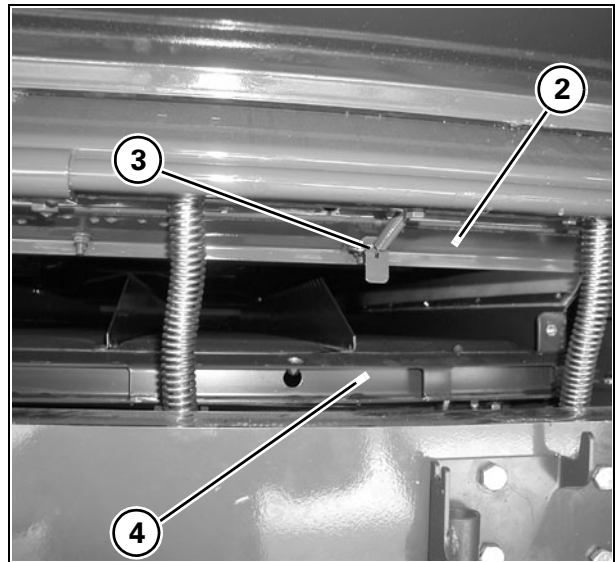

Рис. 68
- 2.) Отсоедините фартук (2 Рис. 68) от пружин (3).
- 4.) Отверните винт (1) с обеих сторон.
- 7.) Установите обе опоры (2).
- 8.) Поверните рычаг (3) вверх, чтобы ослабить пружины (4).
- 9.) Снимите все пружины (4) и штифты.
- 10.) Снимите узел камнеуловителя (5) и сместите его на опоры (2).